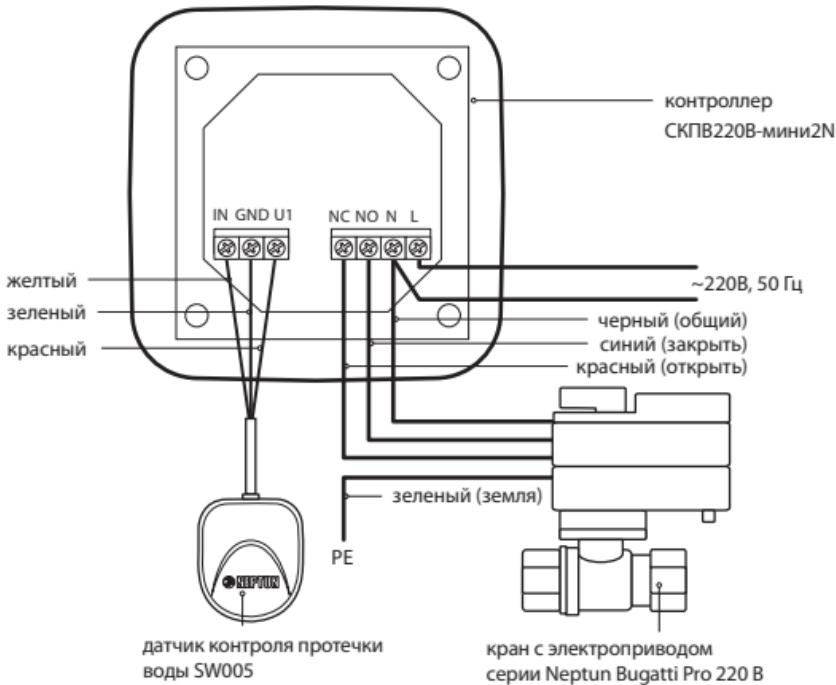

Рис. 2 Схема подключения к контроллеру СКПВ220В-мини2Н датчика контроля протечки воды SW005 и шаровых кранов с электроприводом серии Neptun Bugatti Pro 220 В
Контроллер СКПВ220В-мини2N имеет (см. рис. 2):
- Напряжение питания на контроллер должно быть подано из силового шкафа и обязательно через УЗО (30 mA). К контроллеру СКПВ220В-мини2N подвести фазу и ноль согласно схеме подключения (рис. 2).
- выполните соединение проводов в соответствии со схемой на рис. 2;